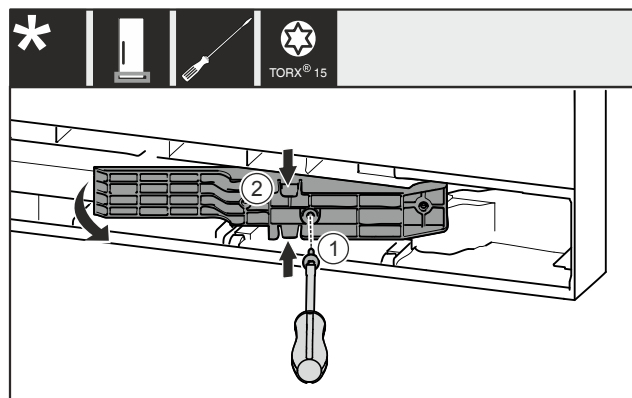

Fig. 12 *
- Odstraňte šroub Fig. 12 (1)*.
- Adaptér Fig. 12 (2) nahore a dole mírně stlačte k sobě a vytáhněte.*